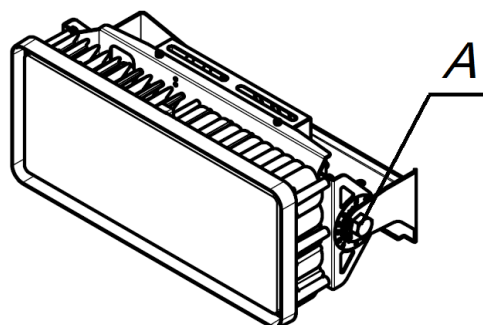

Рис.2
- ослабить болт и гайку M20 с двух сторон (рис.2, поз.А)